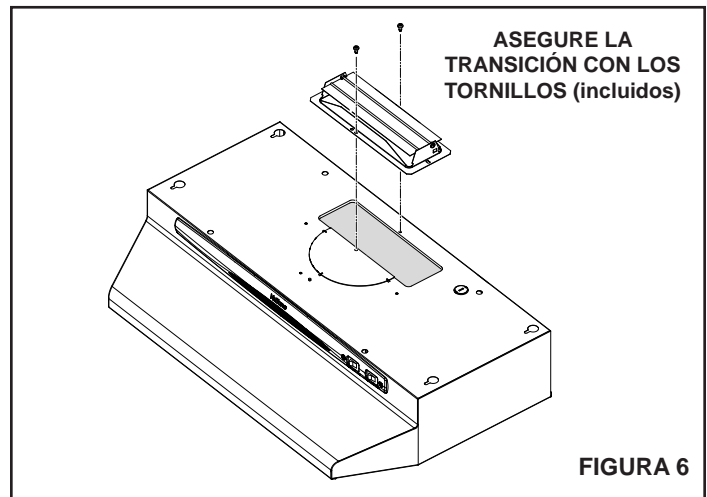

FIGURA 6
**Para una instalación de descarga vertical**, **refiérase a la FIGURA 6.** Asegure la transición de 8,26 cm x 25,40 cm (3¼" x 10") (si usada) al tope de la campana.